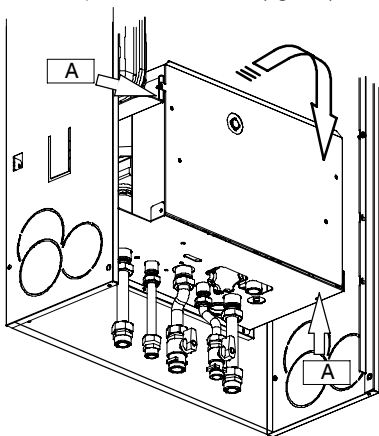

fig. 9.1
- 1 Svitare le viti indicate in fig. 9.1 e ribaltare in avanti il pannello comandi (fig. 9.2).